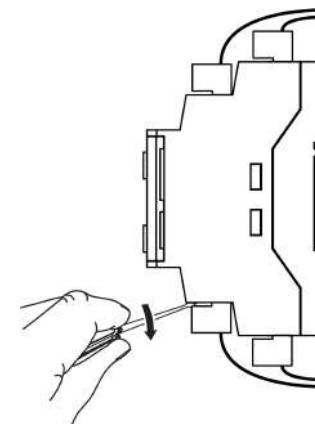

Рисунок 7.3 – Отсоединение съемных частей клемм
- Отсоединить съемные части клемм от прибора (см. рисунок 7.3).